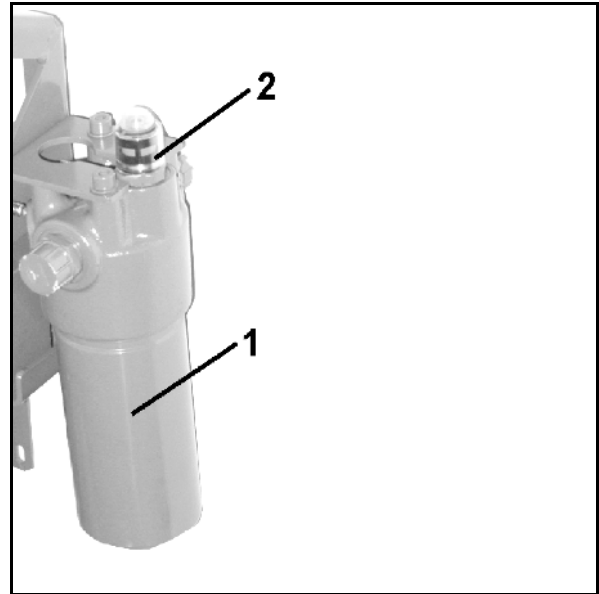

Fig. 163
Hydraulikkoljefilter (Fig. 163/1) med forurensingsindikator (Fig. 163/2)
1. Skru av magnetkappen (Fig. 163/1)
2. Fjern magnetspolen (Fig. 163/2)
3. Skru ut ventilstangen (Fig. 163/3) med ventiletene og rengjør med trykkluft eller hydraulikkolje.